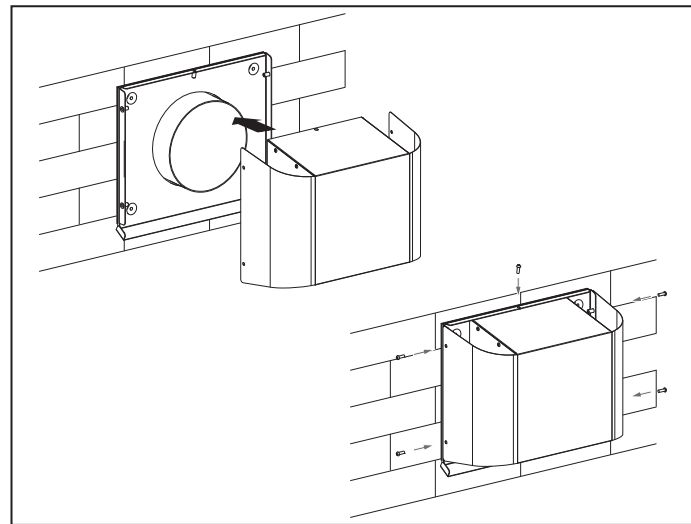

Abb. 15b.
- Abb. 15b für VENTO Expert A50-1 S Pro.